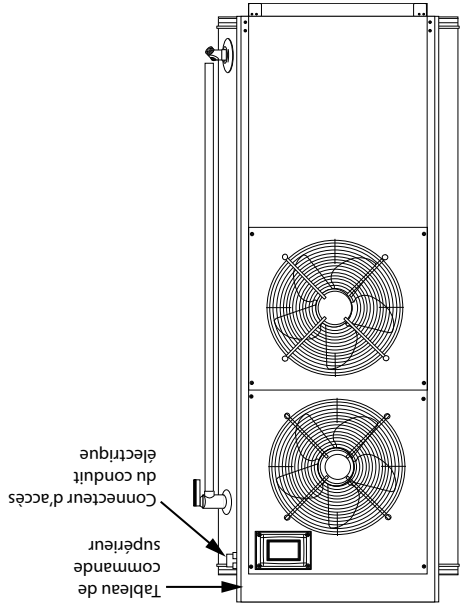

Figure 7. Installation électrique
1) Déverrouiller le capot du tableau de commande supérieur et le soulever. Voir *Figure 1* (page 9) et *Figure 7*.
2) Dévisser le connecteur d'accès du conduit d'alimentation électrique. Voir *Figure 1* (page 9) et *Figure 7*.
4. Tirer l'alimentation de réseau à travers le connecteur d'accès du conduit d'alimentation électrique. Voir *Figure 1* (page 9) et *Figure 7*.